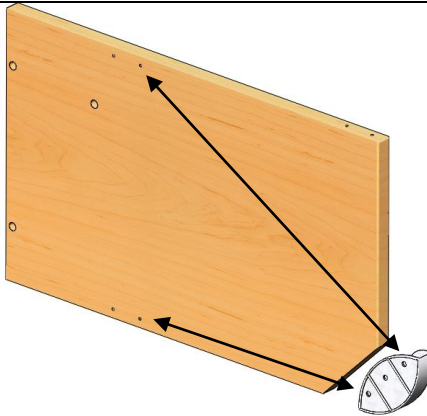

Рис.1
5.1.1. К стенке боковой правой (поз. 2) установить и прижать до упора ГУВ.06.202. Уголок (поз.1, пакет №132), см. рис. 1.